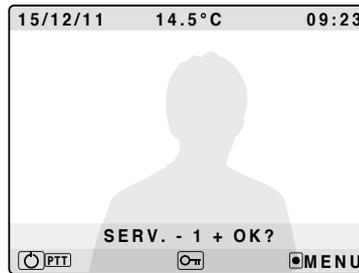

Fig. 17
- Activez le relais de bus Art. 2305 (si présent dans le système) en appuyant sur le bouton  et en le maintenant enfoncé jusqu'à ce que l'écran affiche le **Fig. 17** puis sélectionnez les relais à l'aide des boutons  et  et confirmez en appuyant sur le bouton **OK**.